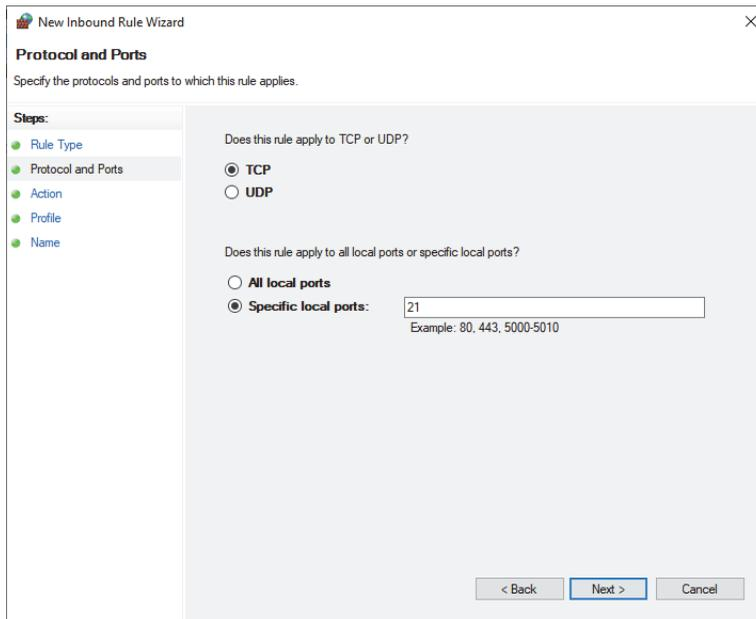

Figura 1-12 Finestra di dialogo New Inbound Rule Wizard — Protocol and Ports
5. Nella finestra di dialogo **New Inbound Rule Wizard** (Creazione guidata nuova regola connessioni in entrata), selezionare i protocolli e le porte alle quali applicare le regole (vedi Figura 1-12 a pagina 34).